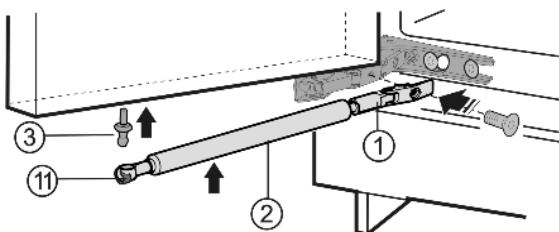

Fig. 5
- ▶ Завинтите шаровую головку Fig. 5 (3) в новое крепежное отверстие с **моментом 4 Нм** (Torx® 20).
- ▶ Снова сдвиньте натяжную пружину Fig. 5 (11) внутрь.
- ▶ Прикрутите держатель Fig. 5 (1) с **моментом 3 Нм**.
- ▶ Вставьте амортизатор закрывания дверей Fig. 5 (2) в шаровую головку.